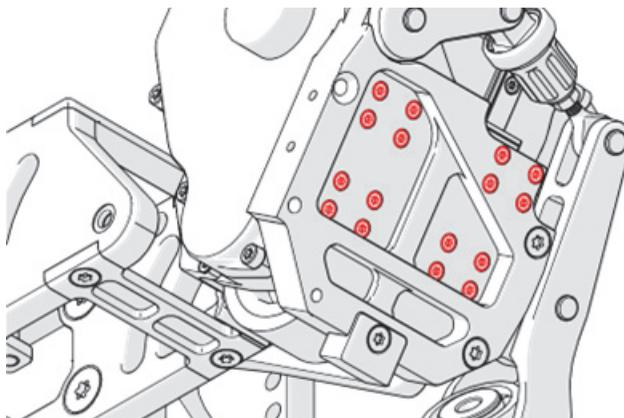

图2-31 拆下16个螺钉
11. 使用T-10 Torx螺丝刀，从托架上拆下第104页的图2-31中标明的16个螺钉。